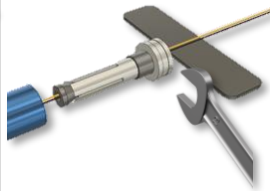

Fig. 1.1
2. Zur Montage müssen die Einzelteile (A, H, E1-2, R1-3) abhängig vom Lenkerinnendurchmesser, entsprechend dieser Anleitung zusammengestellt werden (Fig.1, Fig.1.1)!
2. For assembly, the individual parts (A, H, E1-2, R1-3) must be put together according to these instructions, depending on the inside diameter of the handlebar (Fig.1, Fig.1.1)!